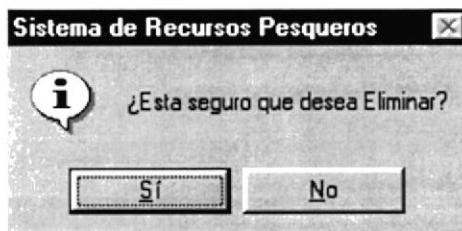

Figura 9.114 Mensaje de Eliminación
2. Nos aparece el siguiente mensaje (ver figura 9.114)